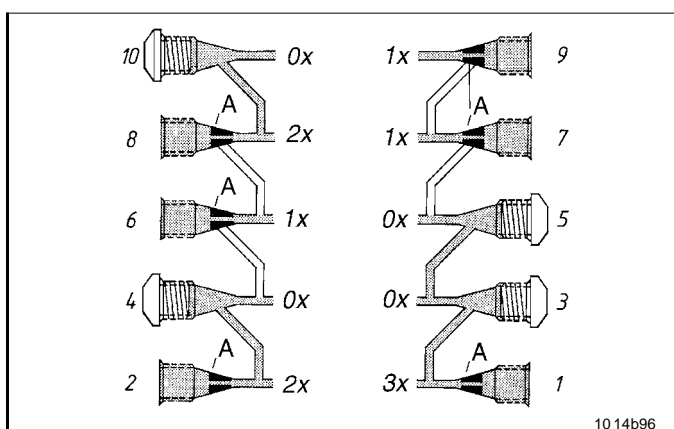

Fig. 29 Caudal simple, doble o múltiple
- Como mostrado en la Fig. 29, p. ej. el orificio de salida 10 está cerrado. El caudal suministrado de allí sale del distribuidor por el orificio de salida 8.
- En el caso de un caudal triple (para la salida 1) cerrar los orificios de salida superiores a la salida de suministro, véanse por ejemplo las salidas 3 y 5 en la Fig. 29.